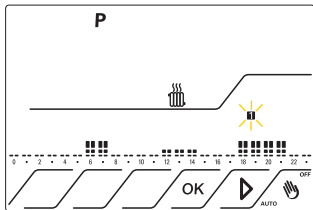

Fig.24
6.3 Premere il tasto  fino a posizionarsi sull' icona **P** che comincerà a lampeggiare. Fig.24